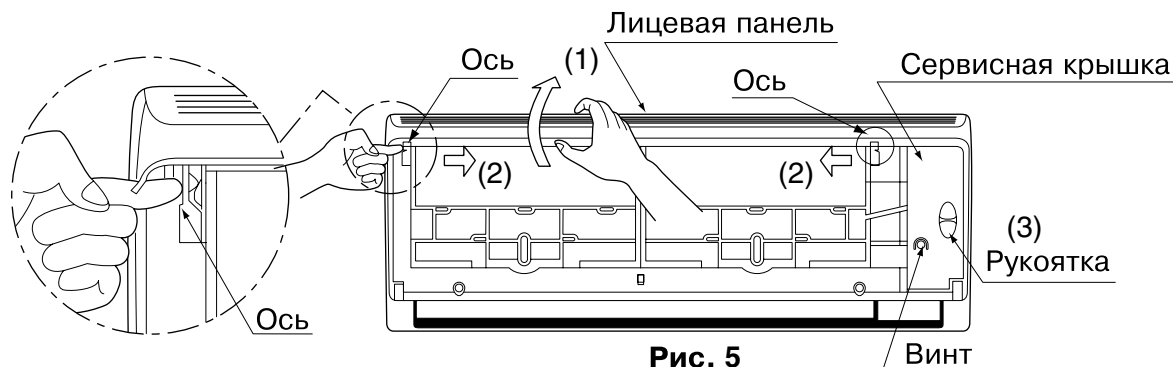

Рис. 5
### (4) Снимите лицевую панель и сервисную крышку. (См. рис. 5)